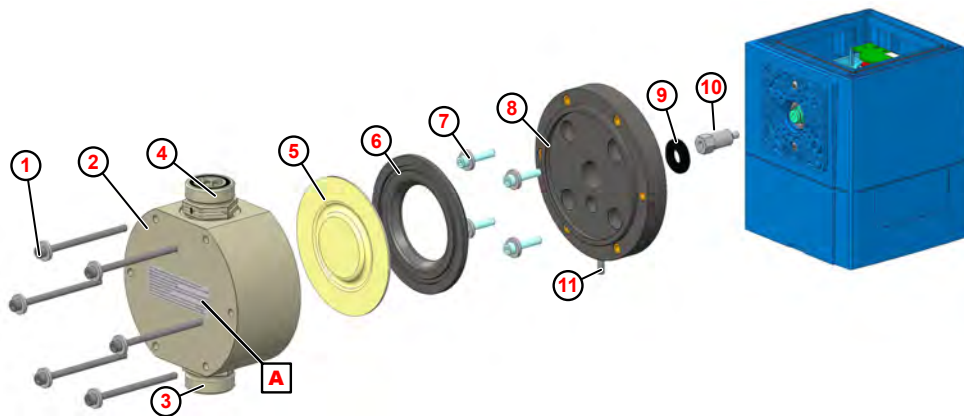

Fig. 25: Sustitución del cabezal de la bomba, la membrana y la membrana protectora
1. ➤ Destornillar las válvulas de aspiración y de descarga (Fig. 25 , ③ y ④).
2. ➤ Aflojar y retirar los tornillos del cabezal de la bomba ① .
3. ➤ Quitar el cabezal de la bomba ② .
4. ➤ Desenroscar la membrana ⑤ .
5. ➤ Quitar la placa intermedia ⑥ .
6. ➤ Aflojar y extraer los tornillos de sujeción de la placa adaptadora ⑦ .
7. ➤ Quitar la placa adaptadora ⑧ .
8. ➤ Retirar la membrana protectora ⑨ .
10. ➤ Insertar la placa adaptadora de forma que la salida de rotura de membrana ⑪ señale hacia abajo.